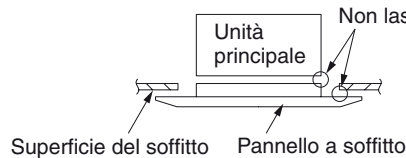

Fig. 7-6
- Accertarsi altresì che fra unità e pannello o fra pannello e superficie del soffitto non vi siano spazi vuoti. (Fig. 7-6)